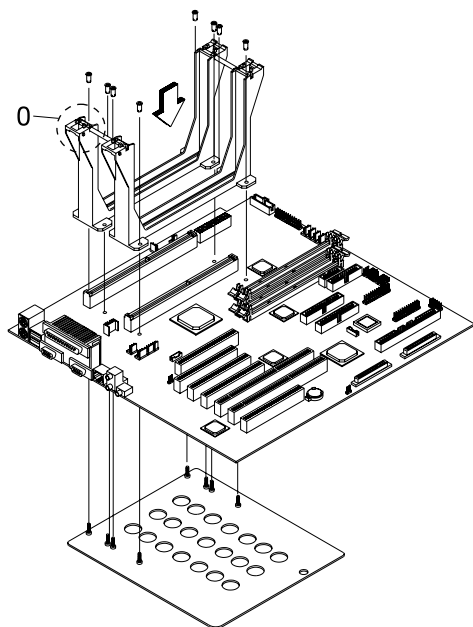

Figura 3-4 Placa metálica
2. Alinee e inserte la placa metálica bajo la tarjeta del sistema a lo largo de los orificios de retención del Slot 2, como muestra la Figura 3-4.